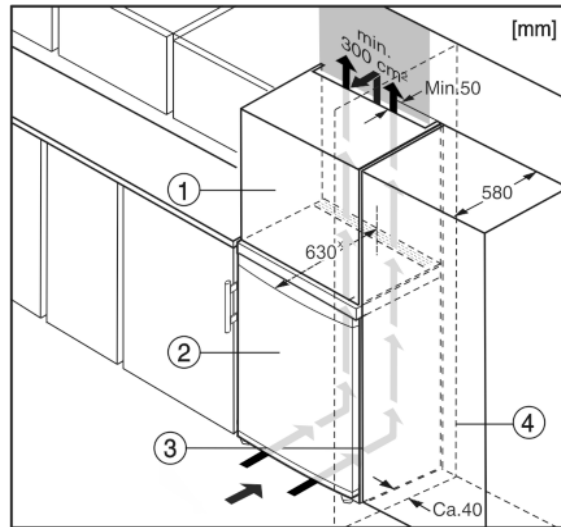

Fig. 10
Устройство может быть окружено предметами кухонной обстановки. Чтобы уравнивать устройство Fig. 10 (2) по высоте с кухонной стенкой, можно установить над устройством соответствующий дополнительный шкафчик Fig. 10 (1).
При комбинировании с кухонными шкафами (глубина макс. 580 мм) устройство можно установить непосредственно рядом с кухонным шкафом Fig. 10 (3). Устройство выступает сбоку на 34 мм* и по центру на 50 мм* относительно передней стенки кухонного шкафа.
Если устройство установлено на шарнирах у стены Fig. 10 (4), то расстояние между устройством и стеной должно быть не менее 40 мм. Настолько выступает ручка при открытой двери.